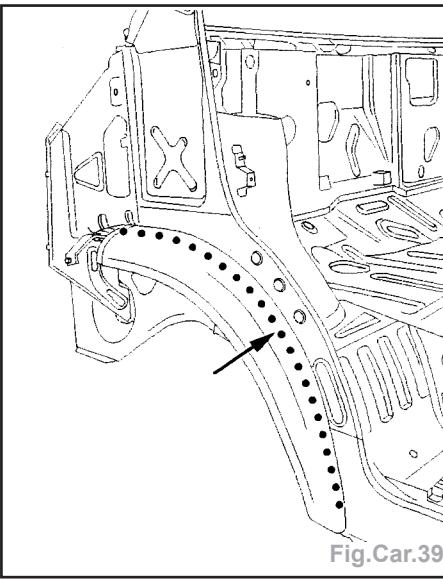

Fig.Car.39
- Souder par points bouchon MAG et meuler les points de soudure (Fig.Car.39).